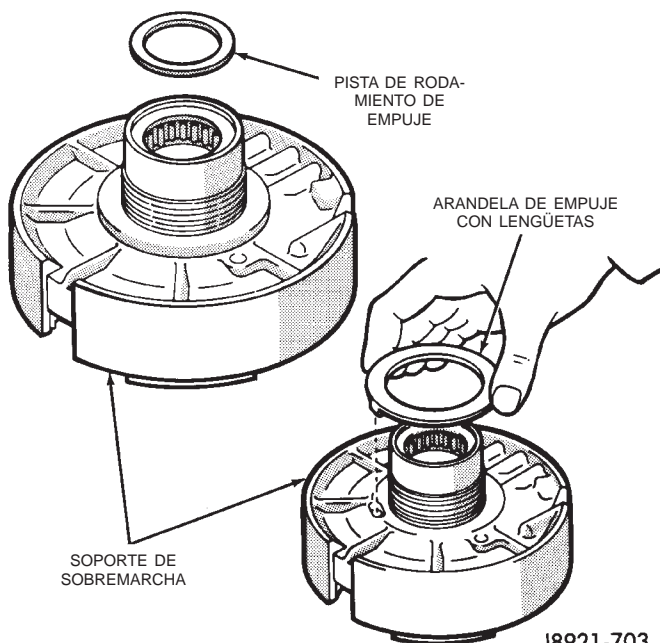

Fig. 157 Instalación de la pista de rodamiento y arandela de empuje del soporte de sobremarcha
(54) Recubra la pista de rodamiento y la arandela con lengüetas de empuje con vaselina e instálelas en el soporte de sobremarcha (Fig. 157). Verifique el tamaño de la pista de rodamiento. El diámetro externo de la pista de rodamiento es 50,9 mm (2,004 pulg.) y el diámetro interno es 36,2 mm (1,426 pulg.).